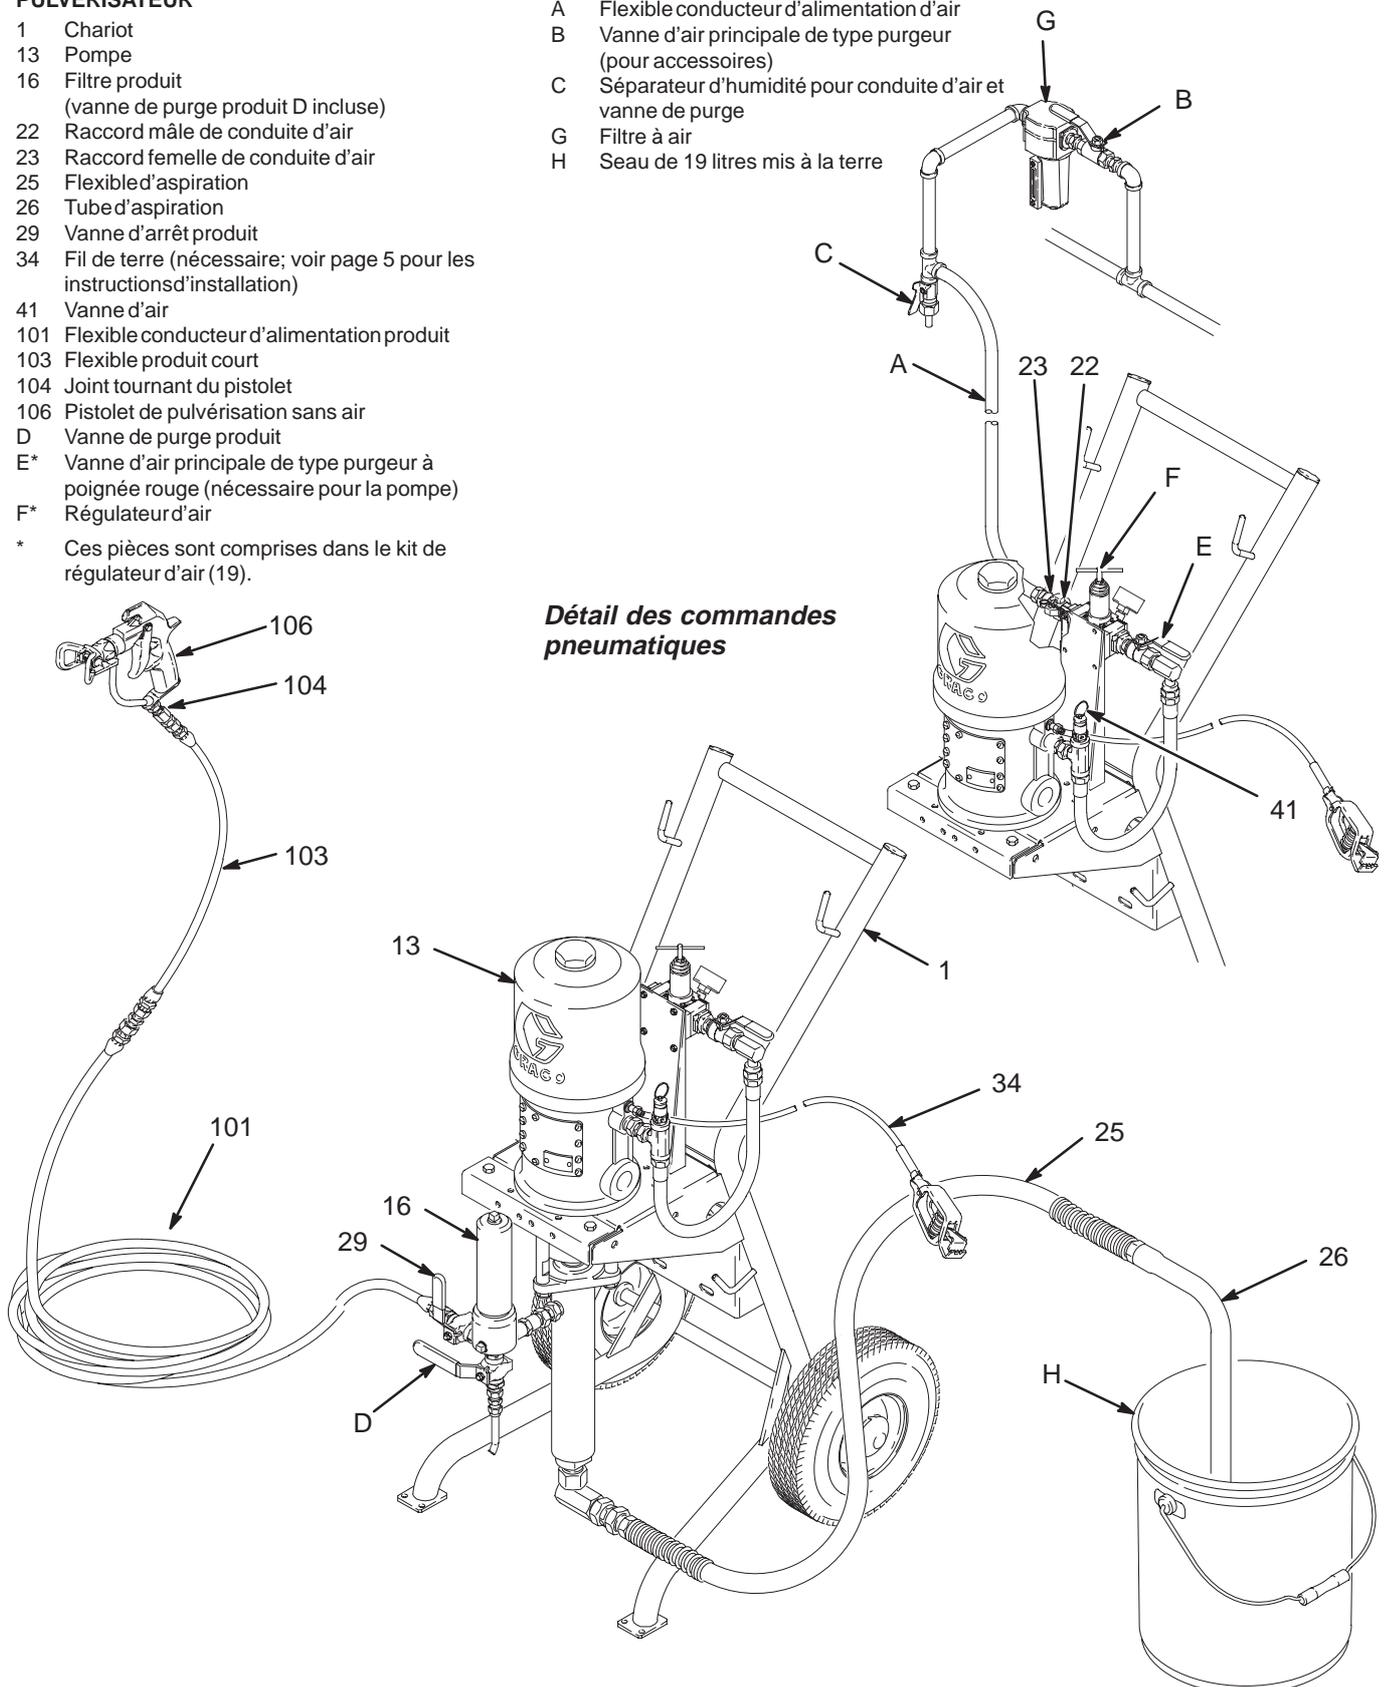

Fig. 2
La Fig. 2 n'est qu'un simple guide pour la sélection et l'installation des composants et accessoires du système. Contactez votre distributeur Graco pour toute assistance dans la conception d'un système correspondant à vos besoins.
Voir Fig. 2. Brancher une conduite d'alimentation d'air comprimé (A) entre le compresseur d'air et la pompe. S'assurer que tous les flexibles d'air sont correctement dimensionnés et adaptés à la pression du système. Utiliser seulement des flexibles électroconducteurs. L'embout fileté du flexible d'air doit être de 3/8 npt(m).
Se reporter à la Fig. 2.